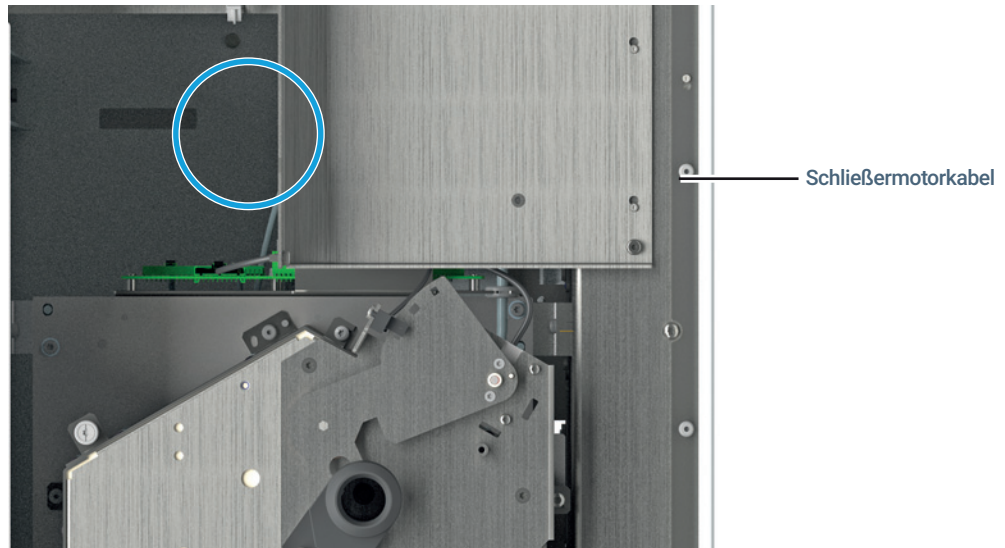

Abb.11. Trennen Sie das Schließermotorkabel von der Anschlussleiste
- 7 Trennen Sie das Schließermotorkabel von der Anschlussleiste. (**Abbildung 11**)